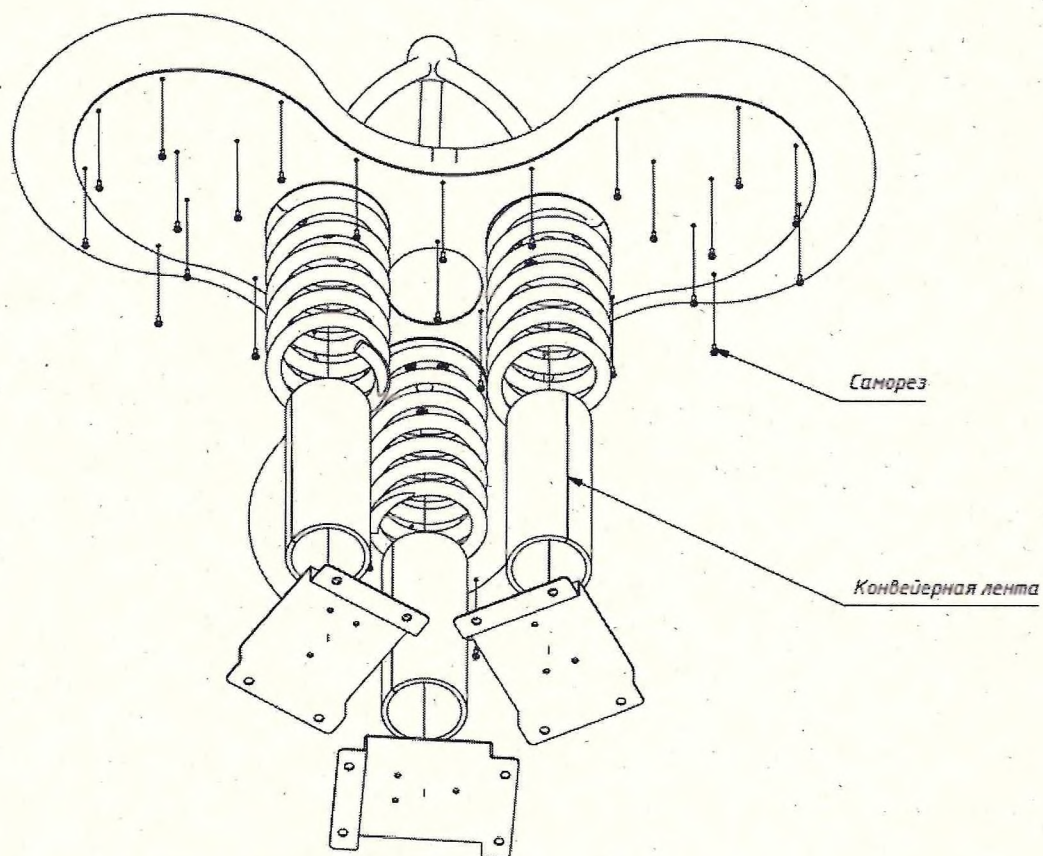

Рис. 5
23.7. Вставить внутрь пружин конвейерные ленты и закрепить металлическую пластину с помощью саморезов (Рис. 5)